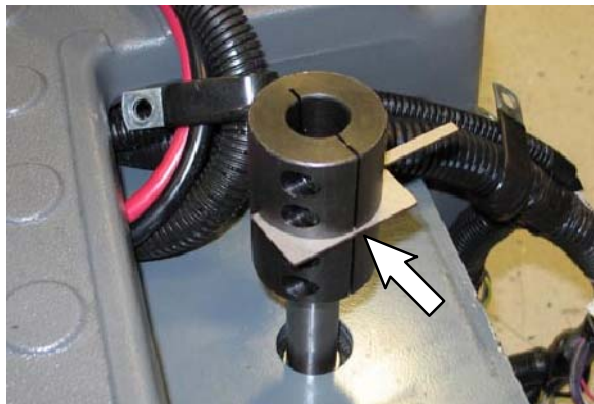

FIG. 37
8. Utilizzare un panno imbevuto di alcool (6) per pulire il foro del nuovo raccordo dello sterzo (3) e l'albero dell'unità di trasmissione.
9. Posizionare il raccordo dello sterzo (3) sull'albero dell'assieme della ruota anteriore e inserire il listello (2) nel raccordo dello sterzo. (Fig. 37)
10. Utilizzare la chiave in dotazione (4) per serrare le due viti a testa vuota inferiori (17 Nm / 150 in. lb) e fissare il raccordo dello sterzo (3) all'assieme della ruota anteriore. (Fig. 37)
11. Rimuovere il listello (2) dal raccordo dello sterzo (3). (Fig. 37)